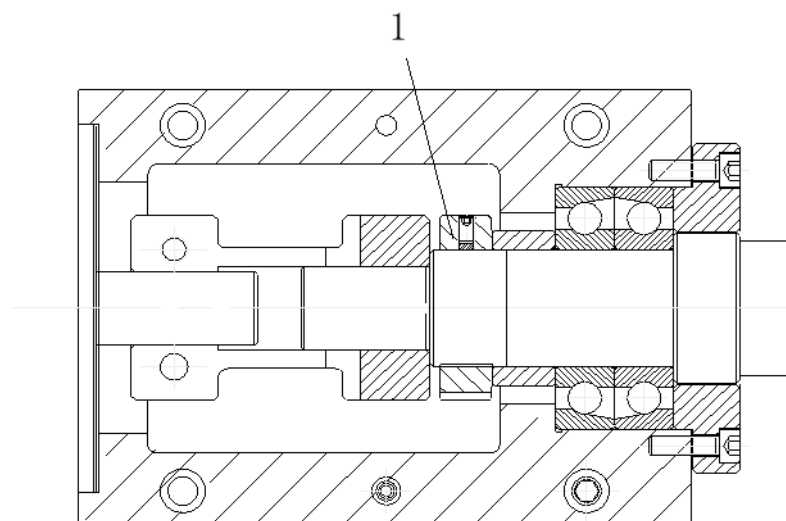

Рис. 5
11.3.8 Регулировка зазора подшипника ходового винта (см. Рис. 5)